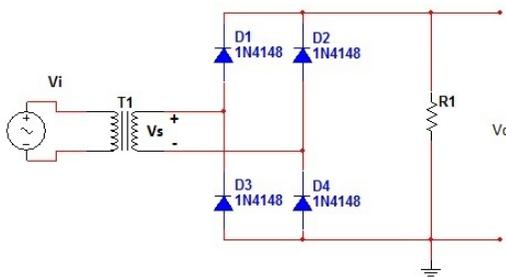

Figura 7. Retificador de onda completa em ponte sem filtro capacitivo.
a) Construa o circuito da figura 7.